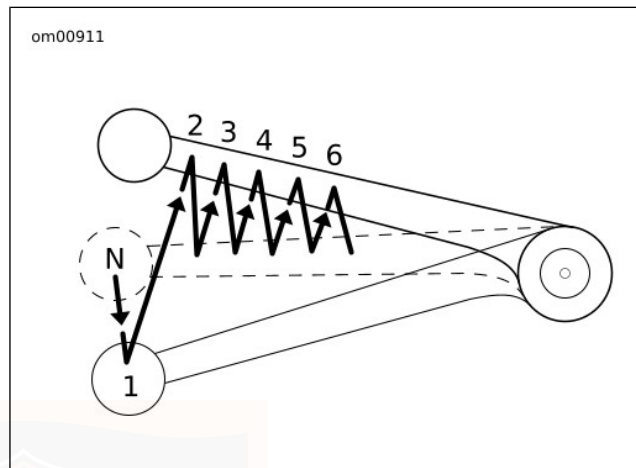

Abbildung 42. Schaltfolge: Hochschalten
3. Siehe Abbildung 42. Den Gangschalthebel bis zum Anschlag nach oben ziehen und loslassen.